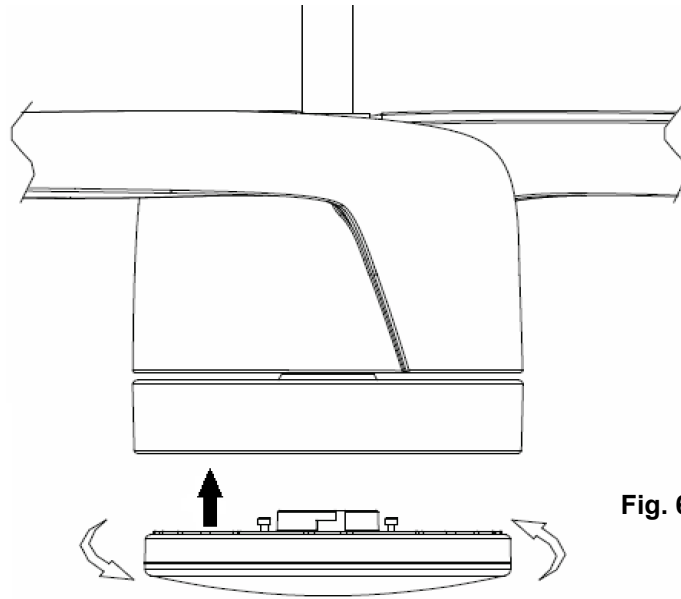

Fig. 6
- 실링팬의 조명 기능을 사용하고자 할 때는, 모터 모듈 하단 부분에 하단 덮개 대신 라이팅 키트를 시계방향으로 돌려 결합하여 줍니다. (Fig. 6)